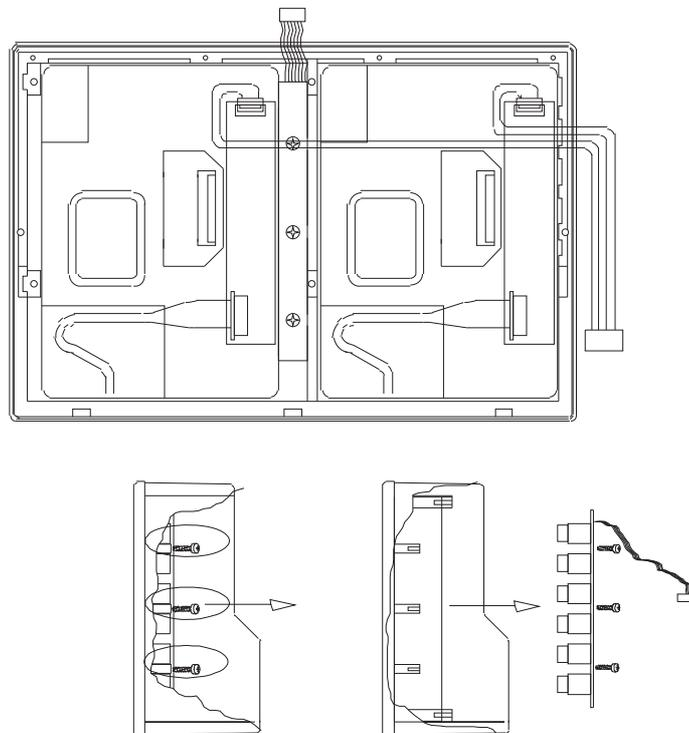

Bild D 8-16 : Entfernen des Tastenprints
8. Lösen Sie die Befestigungsschrauben des Tastenprints und entfernen Sie die Printplatte aus dem Gerät (Bild D 8-16).